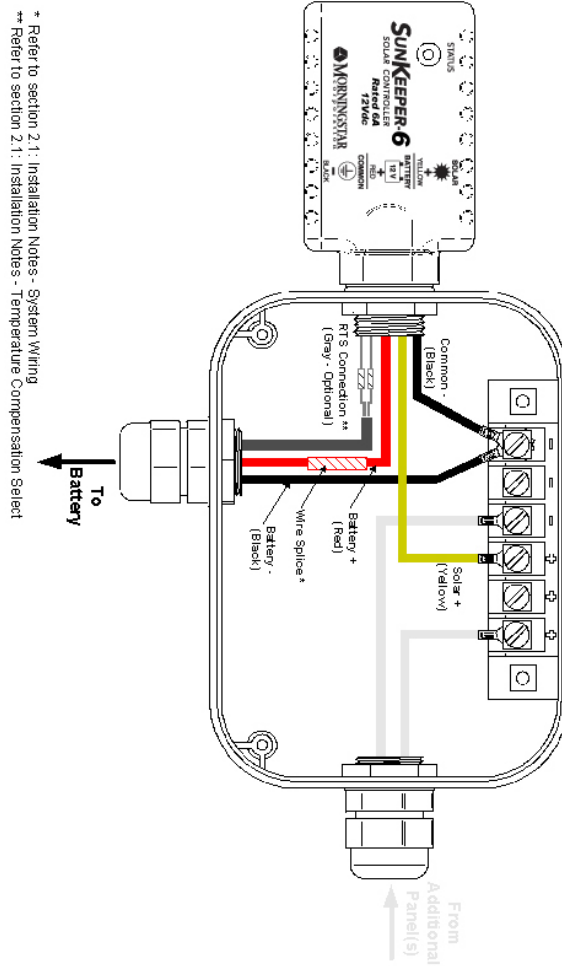

Figure 2. Câblage de la boîte de jonction
- c. Sertir ou raccorder les deux (2) fils gris aux deux fils de la sonde RTS (rouge et noir). La polarité est sans importance. Voir section 2.1 : *Notes concernant l'installation - Câblage.*
9. Câbler le SunKeeper comme indiqué sur la Figure 2. Le câblage peut varier légèrement en fonction du modèle de module solaire. L'emplacement et le nombre de bornes peuvent également être différents. Les jonctions de fils peuvent ne pas être nécessaires si des bornes de raccordement supplémentaires sont fournies. Voir la documentation du module solaire.